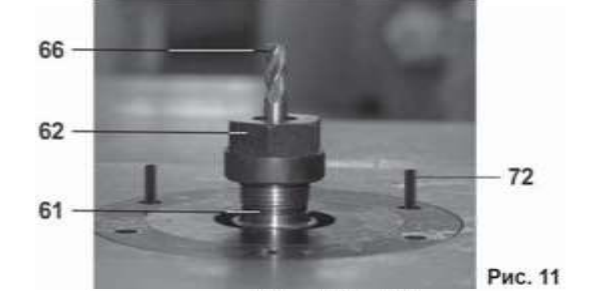

Рис. 11
вставке рабочего стола (4) предусмотрена установка двух съёмных копировальных пальцев (72), Рис.11. При этом, фреза (66) должна устанавливаться выше копировальных пальцев (72), Рис.11. Заготовку кладут на копир – шаблон, который имеет конфигурацию будущей детали и зажимают. Кромку копира – шаблона обводят по копировальному пальцу (72). Фреза (66) на заготовке повторяет конфигурацию копира – шаблона. Меняя шаблоны и режущий инструмент, можно получить различные изделия. Об изготовлении и методах работы с этими приспособлениями необходимо получить информацию в соответствующих учебных пособиях.